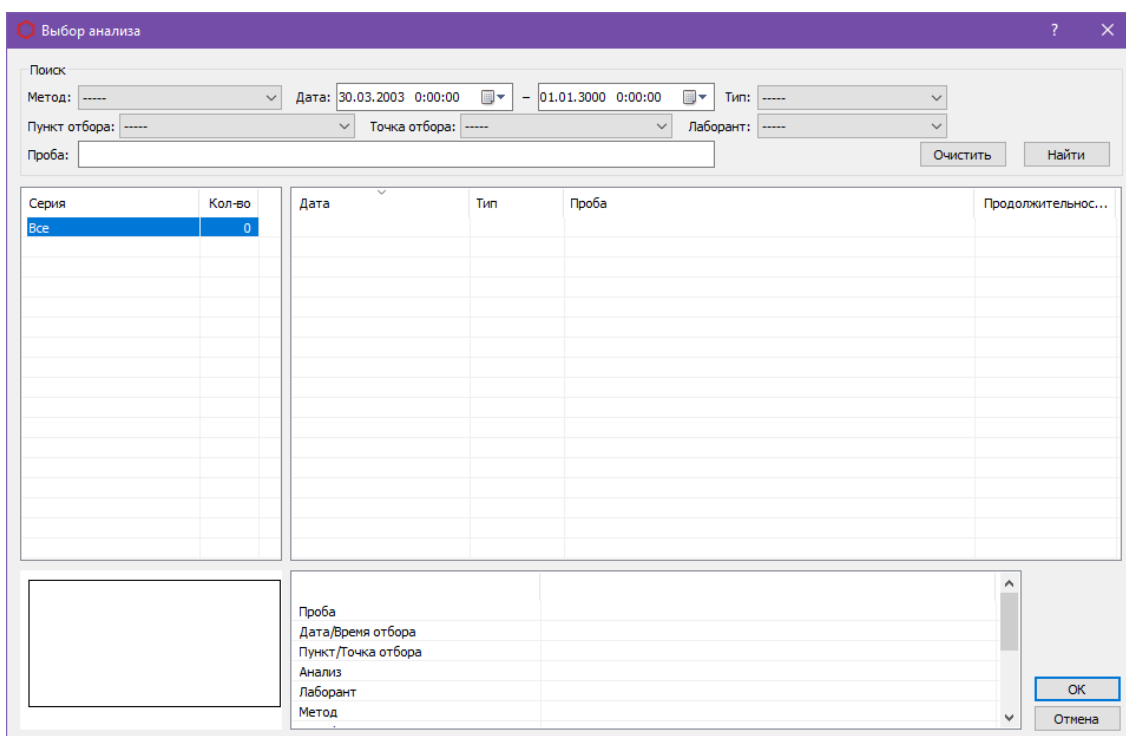

Рис. 4. Окно «Открытие хроматограммы»
- Нажмите **Добавить**. Откроется окно *Выбор анализа* (Рис. 4).